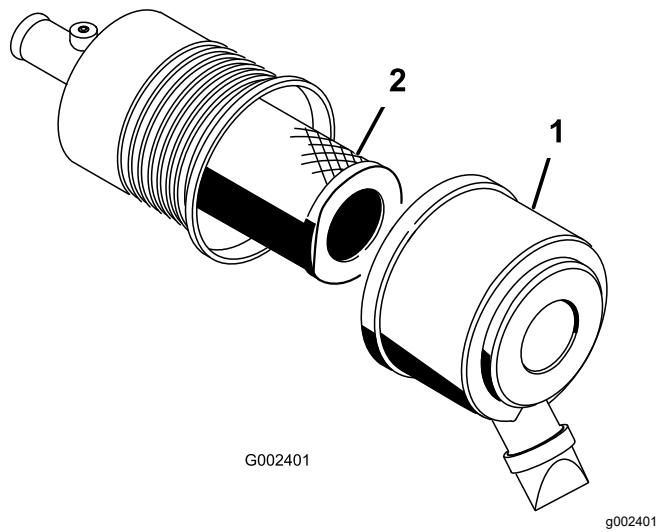

Figura 54
2. Rilasciate i fermi che fissano il coperchio del filtro dell'aria al relativo corpo (Figura 54).
3. Togliete il coperchio dal corpo del filtro dell'aria (Figura 54).
5. Togliete il filtro e sostituitelo (Figura 54). Non pulite l'elemento usato perché la pulizia potrebbe danneggiare il mezzo filtrante.